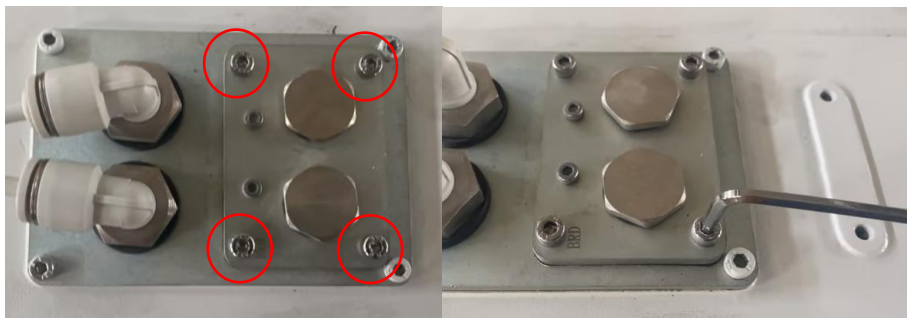

图 3-12 I/O 顶盖螺钉拆卸示意图
1) 拆除图 3-12 所示螺钉 (4-M4x8)，使用工具：M4 内六角扳手。